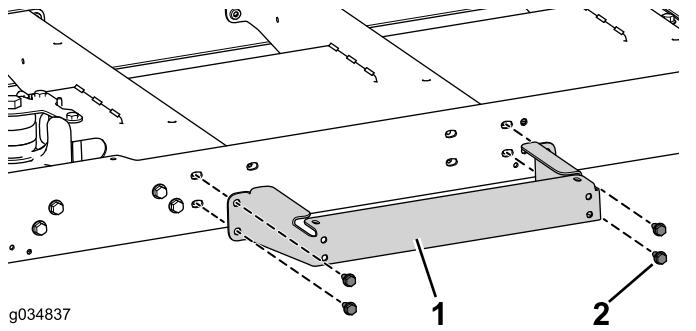

Рисунок 78
- С помощью 4 болтов (5/16 x 3/4 дюйма) установите, не затягивая, опору платформы на центральный швеллер (Рисунок 78).